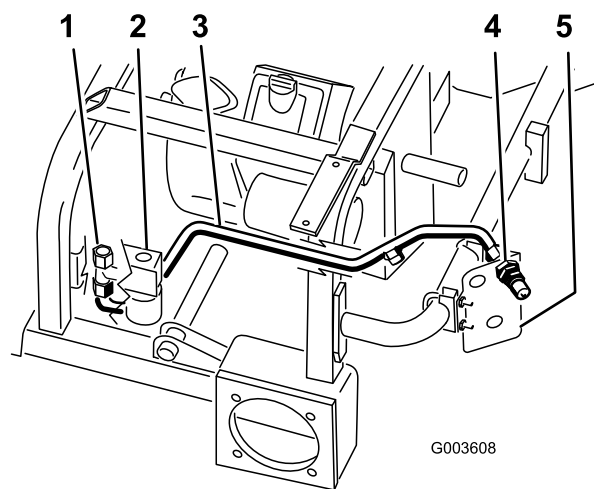

Figura 14
1. Poziionai conducta hidraulică numărul 1 în utilaj aa cum se arată în Figura 14.
2. Instalai conducta hidraulică numărul 1 pe racordul în T asamblat pe partea laterală a supapei (Figura 14).
3. Instalai conducta hidraulică numărul 1 la cuplajul tată superior (Figura 14).